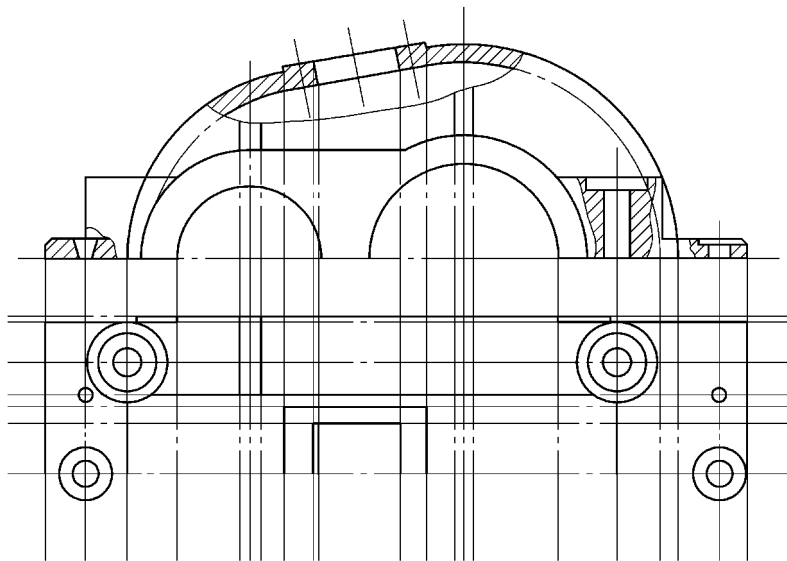

图 11-66 绘制俯视图轮廓线
15) 切换至粗实线层, 按尺寸绘制图形, 如图 11-66 所示。